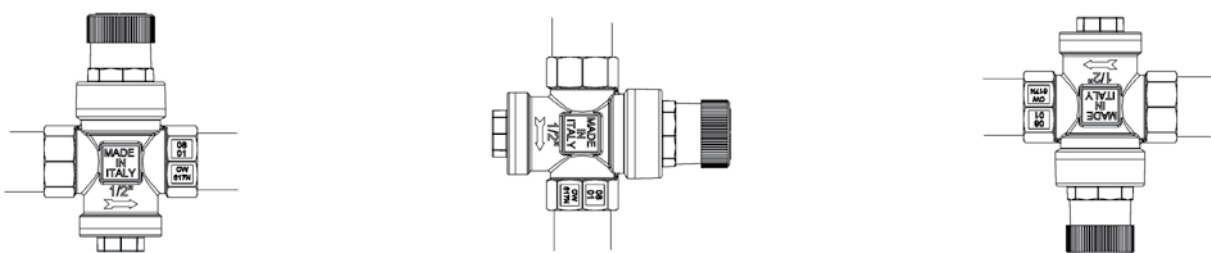

FIG. 4.1
- Svitare il cappuccio superiore (Fig. 4.1);
- Desurubati capacul (Fig. 4.1);